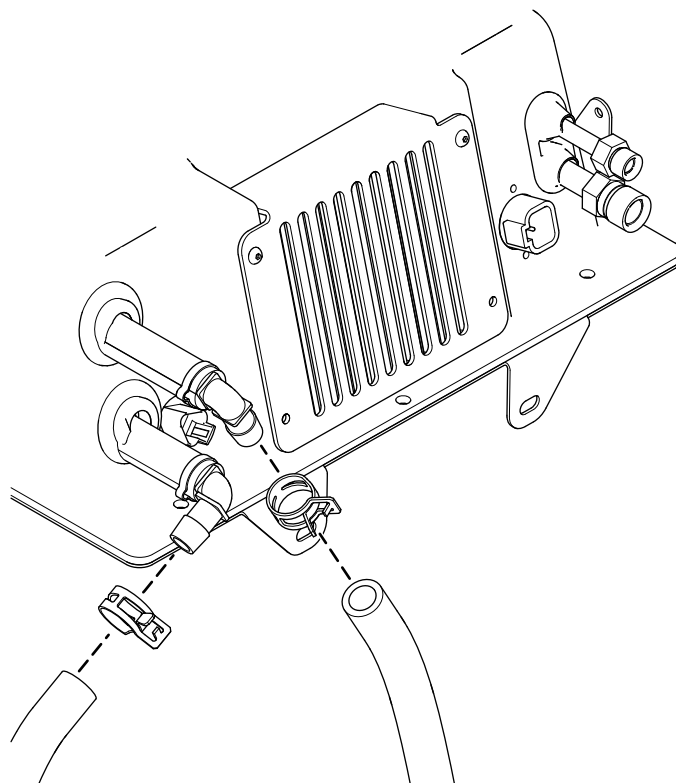

Figura 25
11. Collegate i 2 flessibili del refrigerante sulla parte anteriore della scatola HVAC con 2 morsetti a fascia come illustrato nella Figura 25.